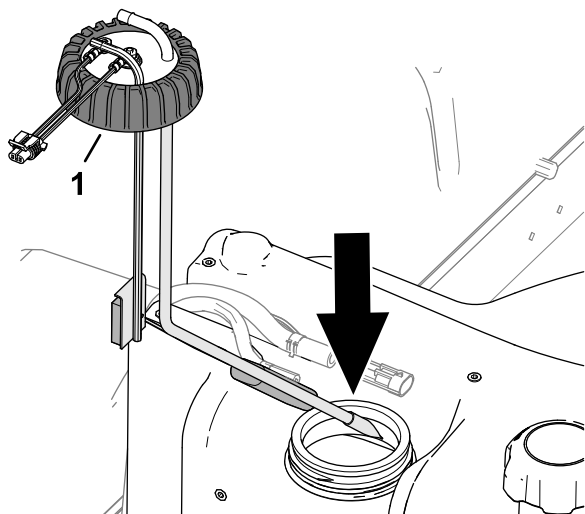

Рисунок 123
2. Осторожно установите топливозаборную трубу и поплавков в топливный бак (Рисунок 123).